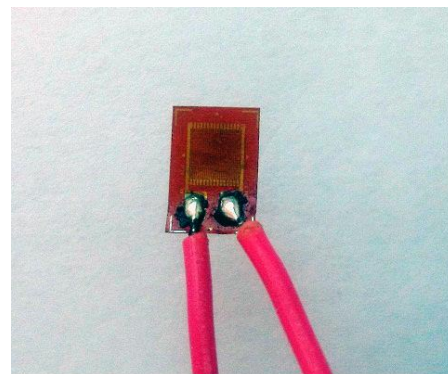

Рисунок 9. Тензорезистор BF350-3AA.
На практике тензорезисторы применяются в составе моста Уитстона, выходное напряжение на измерительной диагонали которого равно нулю при четырех одинаковых сопротивлениях в каждом плече, или при равном соотношении сопротивлений плеч двух делителей напряжения. В этом случае мост называется сбалансированным. Если в плечо моста включить переменное сопротивление, на которое могут влиять внешние силы, то при разбалансировке моста по величине изменения его выходного напряжения можно определить величину внешнего воздействия. В данном примере показано использование ADuC845 в сочетании с мостом Уитстона, который на Рисунке 7 состоит из резисторов R1, R2, R3 и RG. Здесь используется четвертьмостовая схема с одним тензорезистором (RG) типа BF350-3AA (Рисунок 9), как наиболее простой и дешевый вариант. Впрочем, в современных измерительных приборах чаще встречается полномостовая схема, где тензорезисторы задействованы в каждом плече. При этом обеспечивается увеличенная в четыре раза по сравнению с четвертьмостовой схемой чувствительность и лучшая линейность. В качестве компромиссного варианта также может использоваться полумостовая схема, в которой применяются два тензорезистора.